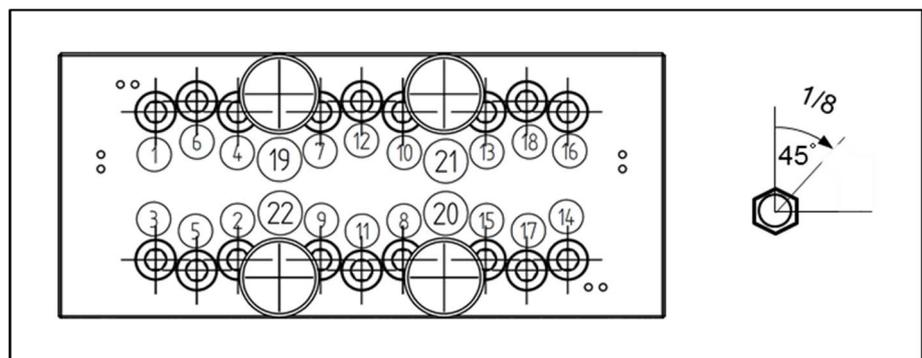

Figura 19: Ordine di serraggio dei collegamenti a vite
3. Controllare che tutti i serraggi siano eseguiti con al massimo 45° di rotazione, secondo la sequenza della Figura 19: Ordine di serraggio dei collegamenti a vite.